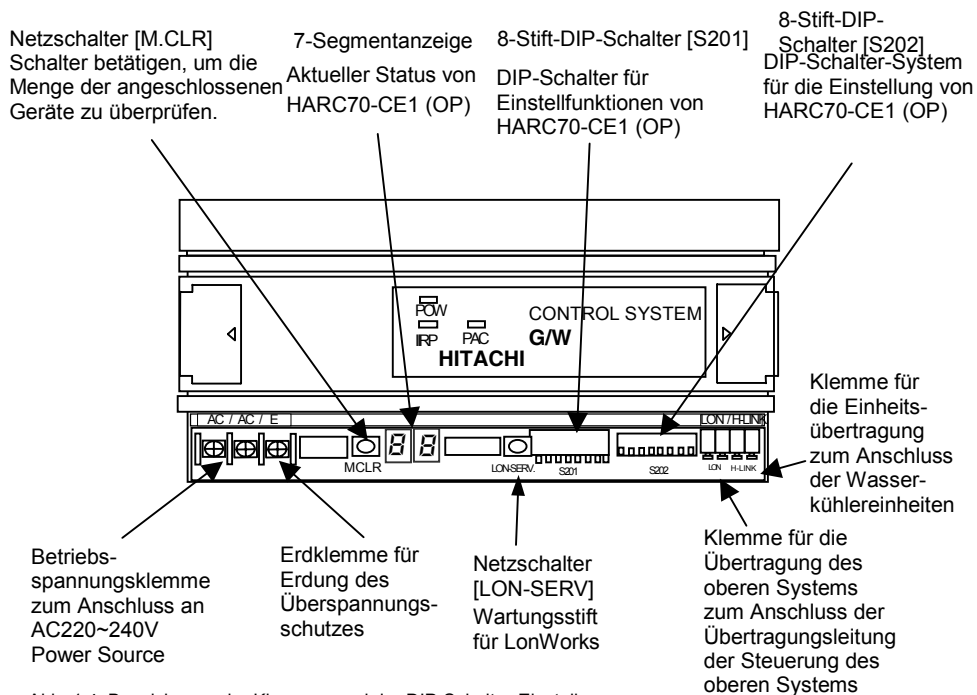

Abb. 1.4. Bezeichnung der Klemmen und der DIP-Schalter-Einstellungen
Bezeichnungen und Funktionen siehe Abb. 1.4. Darstellung von HARC70-C ohne HARC70-CE1 (OP). Abdeckung. Eine Beschreibung der Anschlussmethode für jede Klemme und der Einstellung der DIP-Schalter befindet sich in „Abschnitt 4“.